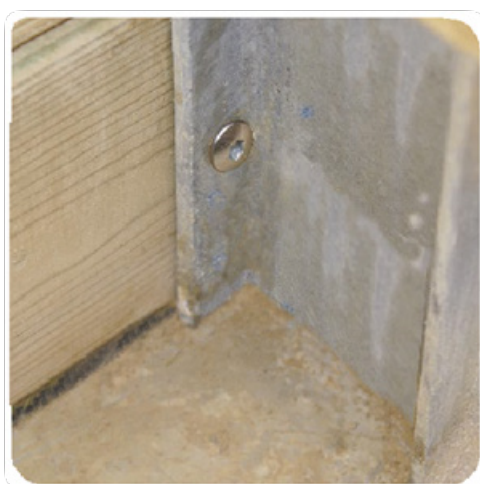

Figure 13 – Verrouillage des madriers sur les jambes de force
- Sur les 8 jambes de force (celles-ci sont pré percées, comme montré à la **Figure 13** à l'aide de 80 vis penture torx 6 × 30 en inox A2 torx (sachet D).